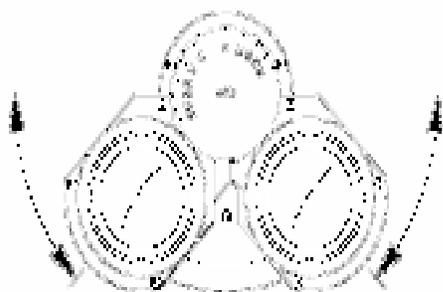

Figura 5 Ajuste da distância entre as lentes
- Adaptar a distância entre as lentes à distância interpupilar individual do observador por giro simétrico das duas porta lentes em sentido contrário (Figura 5).